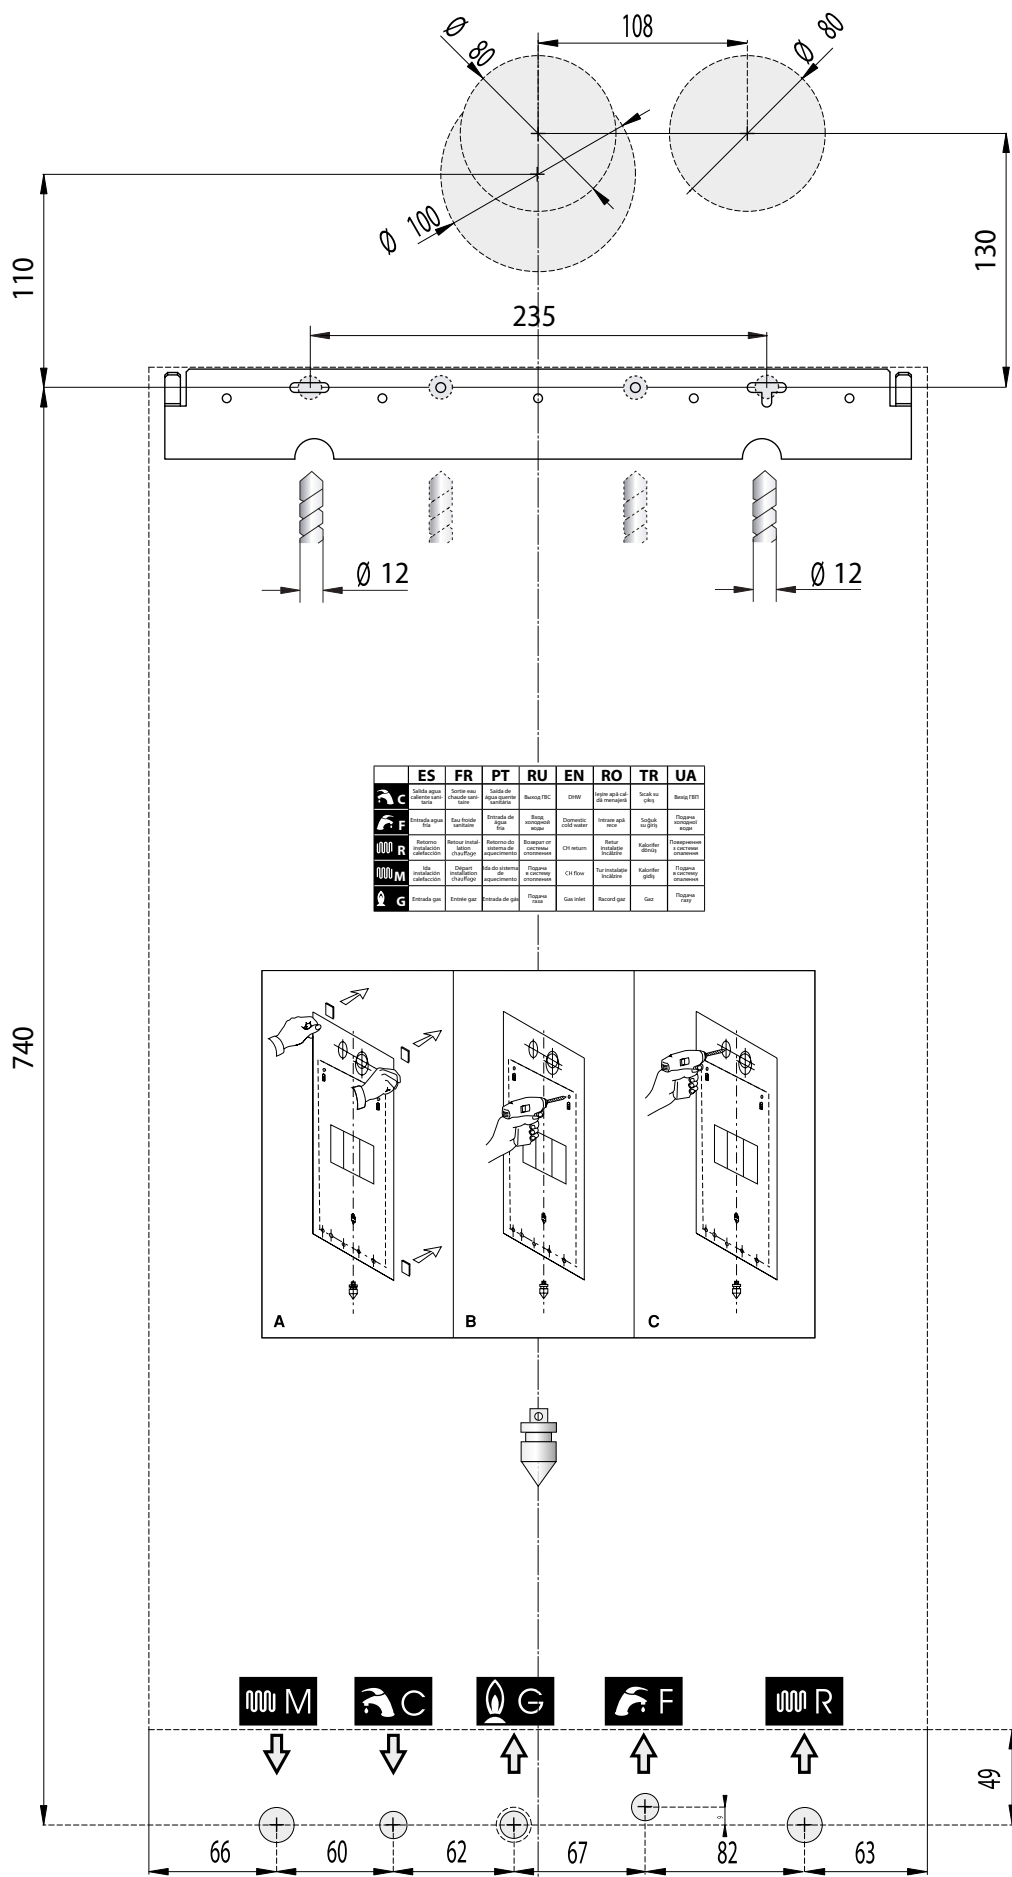

Fig. 5 Plantilla de instalación
- la plantilla de fijación de la caldera a la pared (ver Fig. 5 Plantilla de instalación).
Cada aparato está provisto de una plantilla de papel correspondiente (ver Fig. 5 Plantilla de instalación).